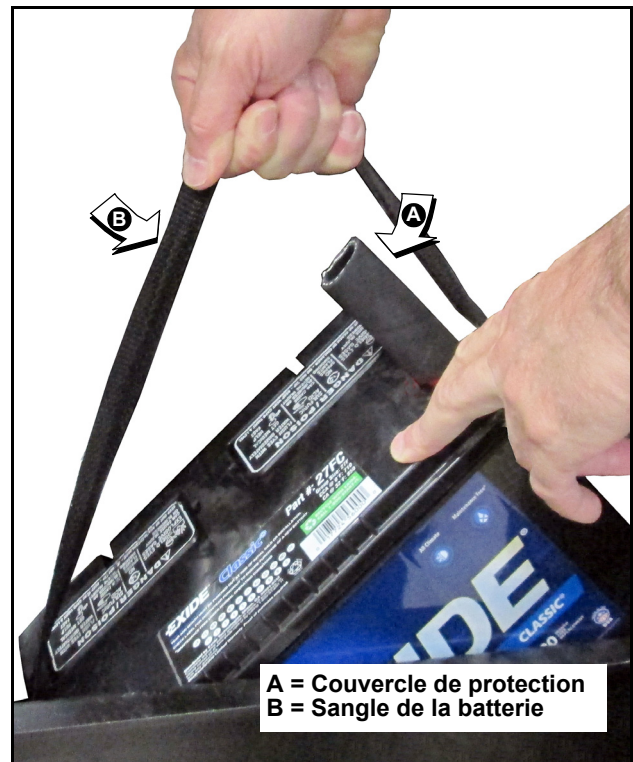

Figure 5-11. Retrait/installation de la batterie
3. Installez le couvercle de protection en caoutchouc par-dessus la borne positive (+) de la batterie. Voir la partie A de la Figure 5-11
5. Saisissez la sangle de la batterie et soulevez cette dernière de son plateau. Voir la partie B de la Figure 5-11
1. Installez le couvercle de protection en caoutchouc par-dessus la borne positive (+) de la batterie. Voir la partie A de la Figure 5-11
2. Saisissez la sangle de la batterie et soulevez cette dernière. Voir la partie B de la Figure 5-11